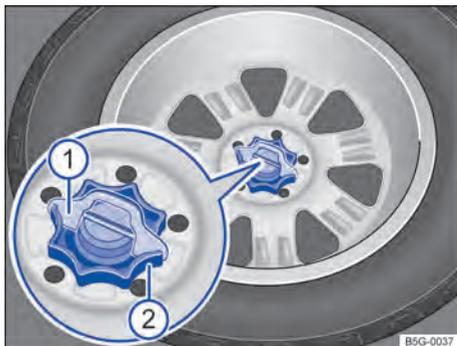

Fig. 193 No compartimento de bagagem: manípulo para fixação da roda sobressalente.
- Retirar o calço da trava contra torção → Fig. 193 ① puxando-o para cima.
- Desrosquear totalmente o manípulo localizado no meio da roda sobressalente → Fig. 193 ② no sentido anti-horário.
→ Fig. 193 ① na fenda do pino rosqueável, de modo que o manípulo não possa ser mais girado.